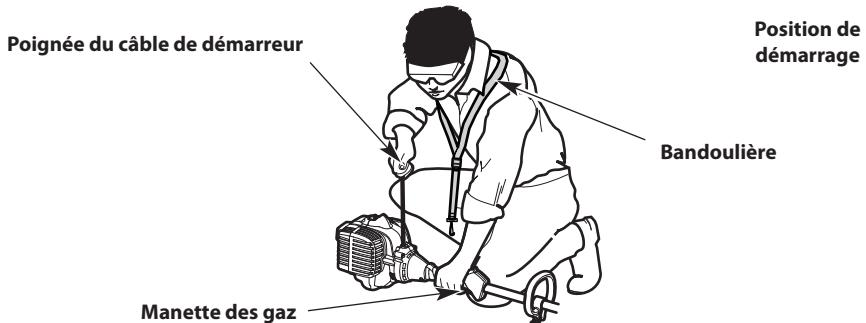

Fig. 15
AVERTISSEMENT : Évitez tout démarrage accidentel de l'appareil. Pour éviter toute blessure grave, l'opérateur et l'appareil doivent être tous deux en position stable quand l'opérateur tire sur le câble de démarreur (Fig. 15).
3. Placez la bandoulière par-dessus la tête de l'opérateur et sur l'épaule gauche (Fig. 15).
2. Accroupissez-vous en position de démarrage (Fig. 15).
4. Continuez à maintenir la manette des gaz et son bouton de verrouillage enfoncés. Tirez sur la corde de démarrage en effectuant un mouvement contrôlé et ferme jusqu'à ce que l'appareil démarre (Fig. 15).